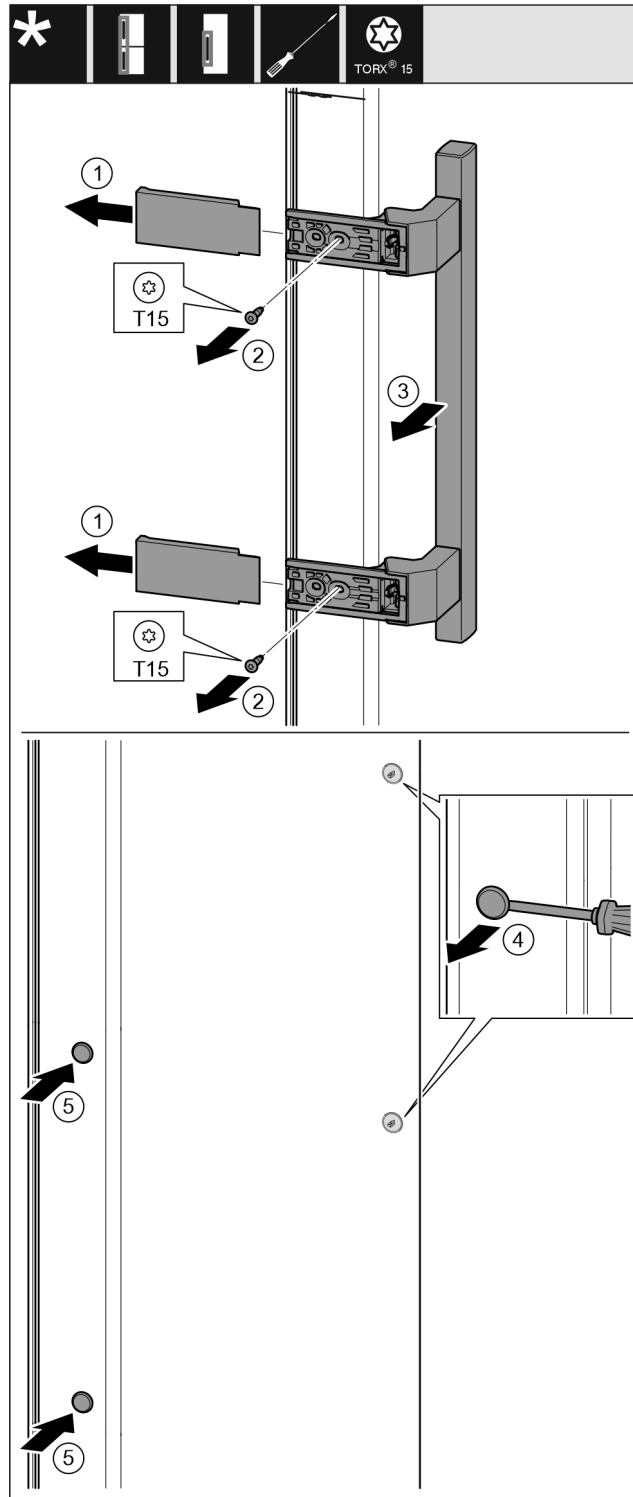

Fig. 19
- ▶ Dra bort skyddet. Fig. 19 (1)
- ▶ Skruva ut skruvarna med en skruvmejsel T15. Fig. 19 (2)
- ▶ Ta bort handtaget. Fig. 19 (3)
- ▶ Bänd försiktigt upp pluggarna på sidan med en spårskruvmejsel och dra ut dem. Fig. 19 (4)
- ▶ Sätt in pluggarna på andra sidan igen. Fig. 19 (5)